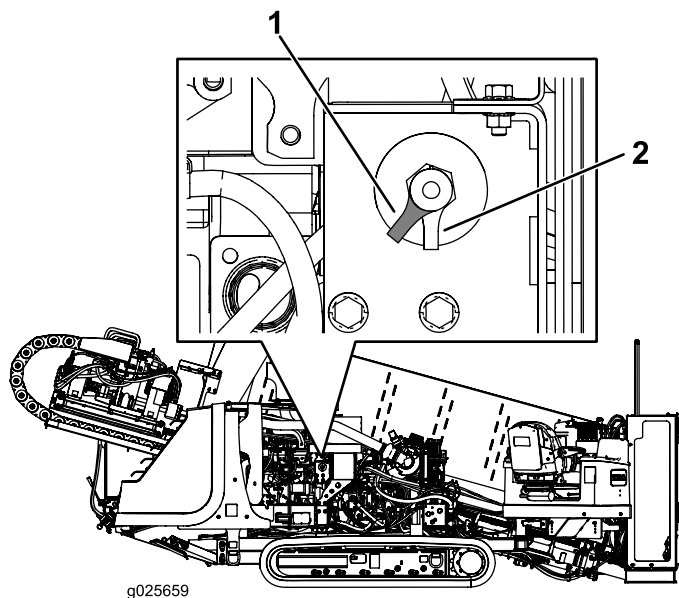

Figura 50
- Para suministrar energía eléctrica a la máquina, gire el interruptor de desconexión de la batería en sentido horario a la posición de Encendido (Figura 50).
- Para interrumpir el suministro de energía eléctrica de la máquina, gire el interruptor de desconexión de la batería en sentido antihorario a la posición de Apagado (Figura 50).